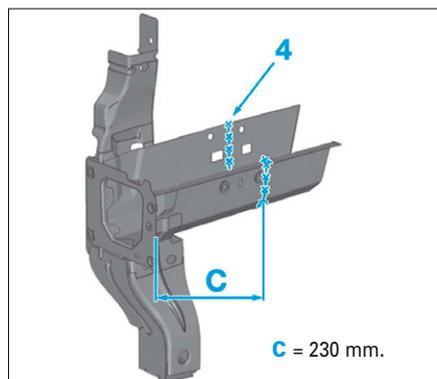

FIG. 5
- Tracer puis découper en (4) le longeron avant (Fig.5).